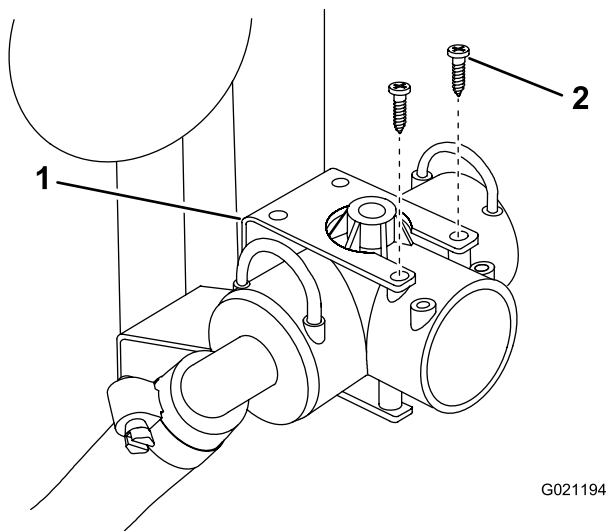

Figure 5
3. Retirez les 2 vis qui fixent le raccord en T au support de fixation. Déposez le raccord en T et les flexibles (Figure 5).
2. Vis (2)
4. Posez le nouveau distributeur de commande dans l'orifice libre sur le raccord en T d'alimentation et fixez-le avec un nouveau dispositif de maintien (Figure 5).